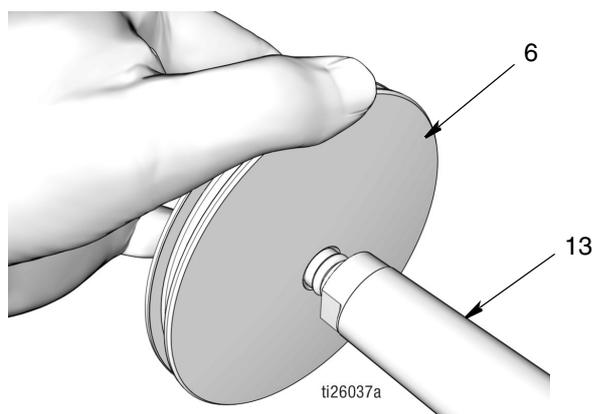

FIG. 50
- Empuje el pistón (6) sobre el extremo del vástago del pistón (13) hasta que se asiente en el vástago (FIG. 50).